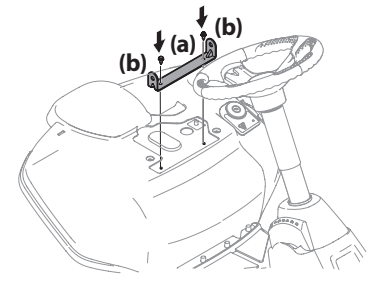

Figure 6
3. Alignez le support de siège (a) en place sur les trous d'où les deux vis autotaraudeuses (b) ont été retirés, voir Figure 6.
4. Utilisez une clé à cliquet de 1/4" avec une douille de 3/8" pour fixer le support du siège et les deux vis autotaraudeuses (b) qui ont été installées à l'étape 2. Voir la Figure 6.